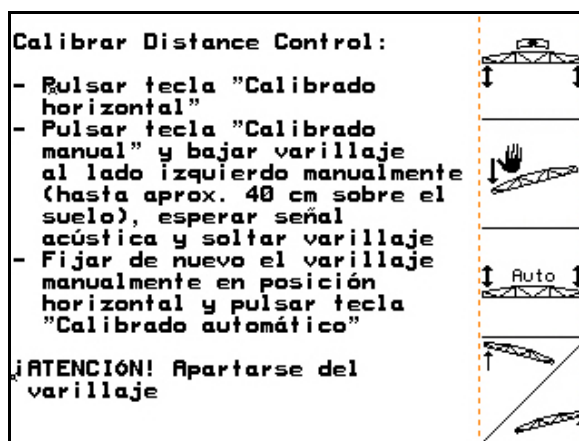

Fig. 31
1. (Fig. 31) Iniciar el calibrado automático.